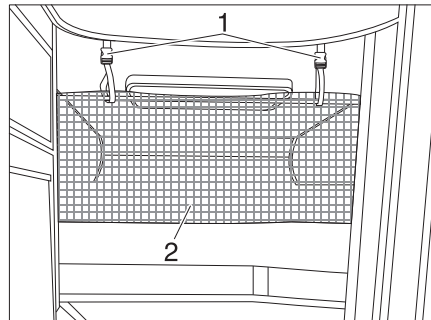

Bild 173 Sicherungsnetz
Das Sicherungsnetz (Bild 173,2) ist serienmäßig zwischen Matratze und Lattenrost verstaут. Das Sicherungsnetz erst aufspannen, wenn sich die Person bereits im Bett befindet.
- Die Haltebänder (Bild 173,1) in die Halterungen an der Decke einrasten.